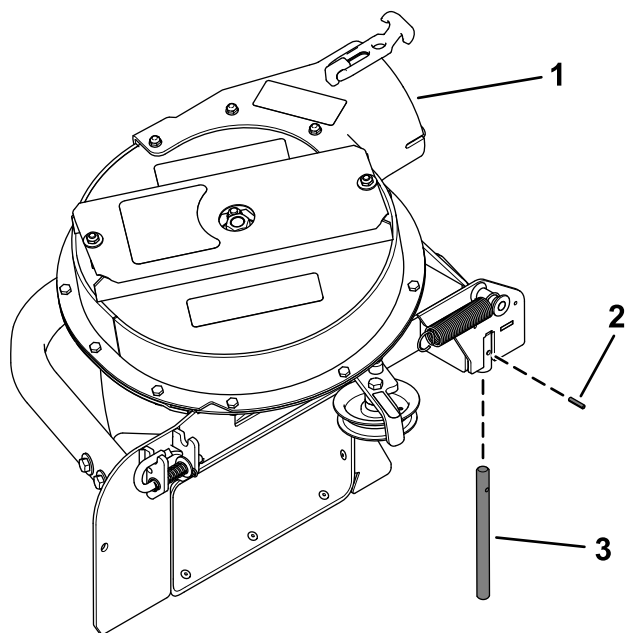
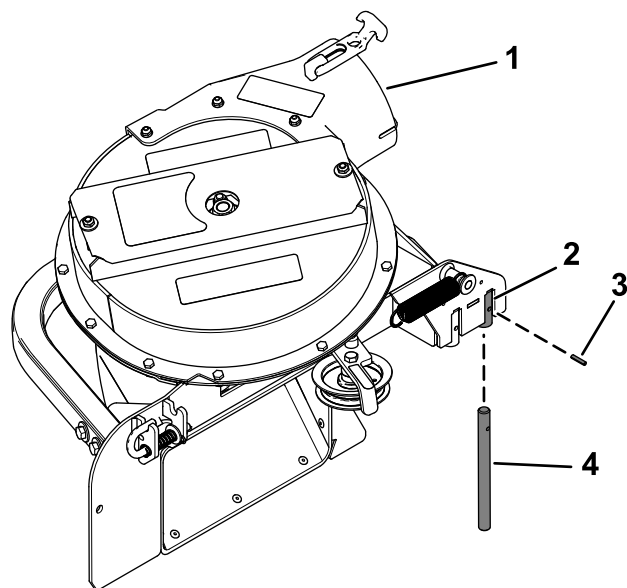

Figure 25
Figure 26
Vérifiez que l'axe de pivot est fixé au bon emplacement sur le ventilateur (Figure 25 ou Figure 26).
- Sur les plateaux de coupe de **122 cm ou 132 cm**, il n'y a qu'un seul trou pour installer l'axe de pivot (Figure 25).
- Sur les plateaux de **152 cm**, placez l'axe de pivot dans le trou arrière (Figure 26).